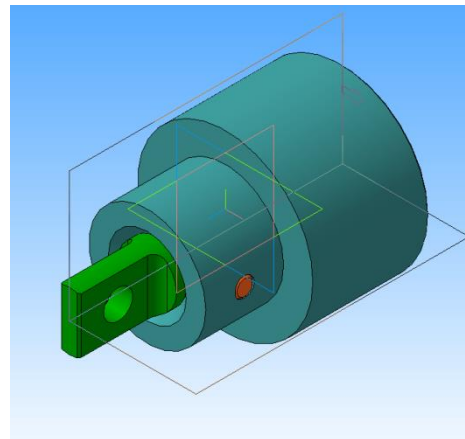

Рисунок 72.
6. Выбираем **Прямое направление** (рисунок 72).